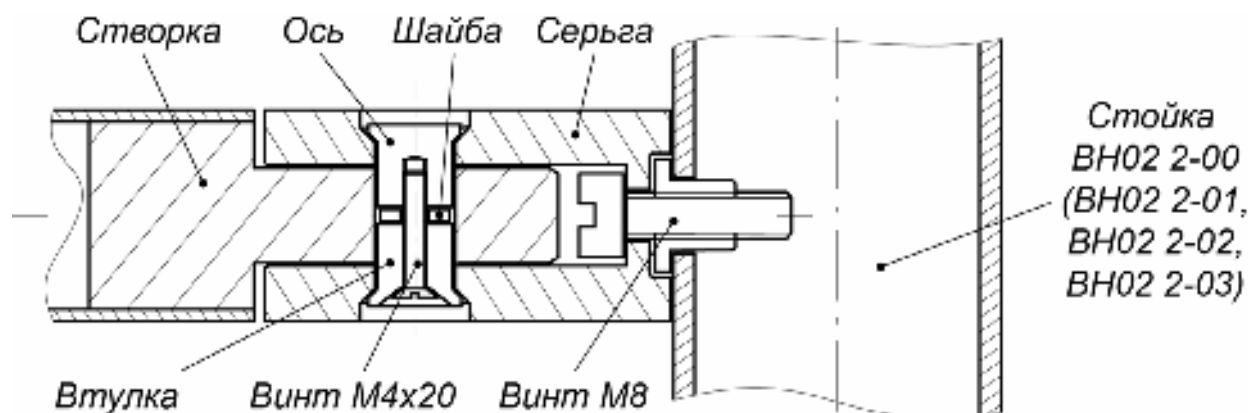

Рисунок 15. Крепление шарниров к опорной стойке поворотной секции ограждения
- На опорной стойке **ВН02 2-00(01,02,03)**, к которой будет крепится поворотная створка, двумя винтами М8 закрепите две серьги шарниров (рис. 15).
- Установите на установочной поверхности и закрепите болтами М10 опорную стойку. Усилие затяжки – предварительное. Соберите шарнирные узлы и установите створку на опорной стойке, как показано на рис. 15.
3. На стойках ограждения винтами М8 закрепите по две серьги шарниров створки (рис. 15).
4. Установите стойки на установочной поверхности и закрепите их болтами М10. усилие затяжки – предварительное. Соберите шарнирные узлы и установите створки на стойках, как показано на рис. 15.
4. Закрепите на опорной стойке **ВН02 2-00(01,02,03)**, к которой будет крепиться поворотная створка, двумя винтами М8 две серьги шарниров, как показано на рис. 15.
5. Установите стойку на установочной поверхности и закрепите ее анкерными болтами М10. Усилие затяжки – предварительное. Соберите шарнирные узлы и установите створку на опорной стойке, как показано на рис. 15.